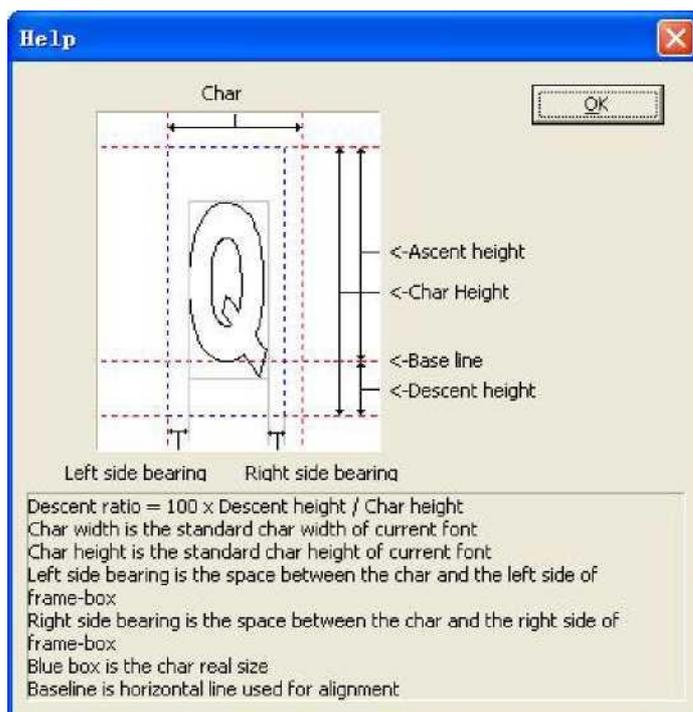

Figura 5-18 Ayuda
A través de la Figura 5-18 podemos ver que, además del ancho y la altura que representan los caracteres gráficos, el software también identifica el tamaño de fuente en 'Altura de ascenso', 'Altura de descenso', 'Lado izquierdo' «Lado derecho rodamientos», etc., ese es a decir Si el figura Diseñamos que se encuentra para los caracteres Q está en el ámbito gris como definen los gráficos 5-18, bueno, en realidad la "Q" EZCAD identificada es el área con la línea punteada azul.
0. Aumentarlo, los gráficos se mueven hacia arriba; Redúzcalo, los gráficos se mueven hacia abajo. Rodamiento del lado izquierdo: Como la figura 5-18, es decir, la distancia del marco izquierdo de la caja gris y el marco izquierdo de la caja azul.
Rodamiento del lado derecho: Como la figura 5-18, es decir, la distancia del marco derecho de la caja gris y
El marco derecho de la caja azul. En la Figura 5-18, podemos ver "update font file" y "Char kerning" dos
Tenga en cuenta: la ruta de fuentes del sistema es ezcad2 \ font, por lo que debe crear en la carpeta un nuevo nombre del archivo, de lo contrario, el software no recuperará el archivo. Ahora el sistema encontrará un archivo llamado fuente "EZCAD0521" en ruta: ezcad2\font, si no se encuentra, el sistema liderará un diálogo para recordar a los usuarios si establecen el documento o no. Haga clic en "aceptar" para establecer el documento EZCAD0521.jsf, luego se muestra un diálogo "Atributos de caracteres" como figura 5-18, después de modificar los atributos, como la altura del carácter > doble y el carácter simple, el ancho del carácter doble -> y el carácter simple, sombreado de altura de descenso, etc. (Normalmente predeterminado) ->haga clic en 'Aceptar', luego el sistema habrá guardado el documento llamado "EZCAD0521, JSF" ya.